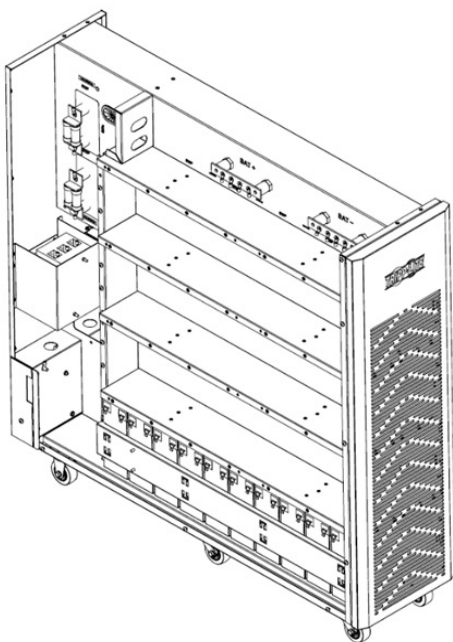

Figure 5-7A
7. Réinstaller les barres de support de droite et de gauche des batteries du groupe 1 (Figures 5-7A et 5-7B).